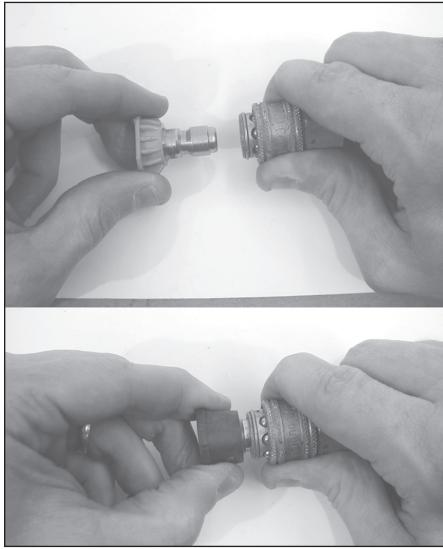

Figura 7 – Boquilla de conexión rápida
7. Instale la boquilla de conexión rápida (Ver Figura 7).